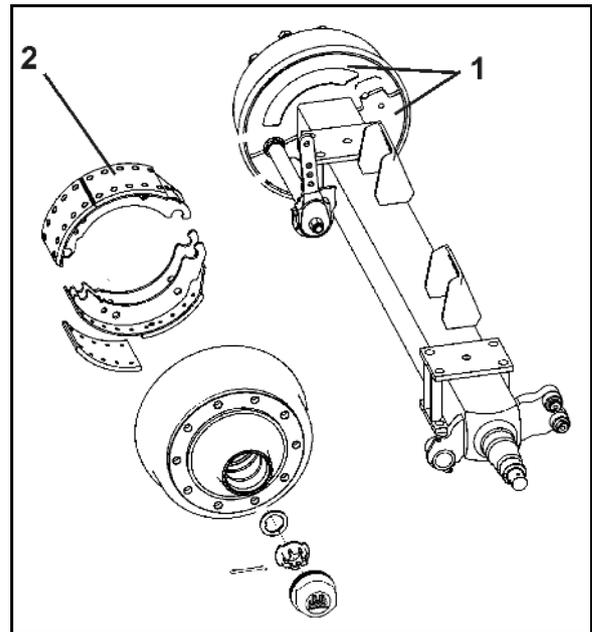

Fig. 103
1. Beide Abdeckbleche (Fig. 103/1) an der Innenseite der Bremstrommel abschrauben.
**Eingedrungener Schmutz kann sich auf den Bremsbelägen (Fig. 103/2) absetzen und dadurch die Bremsleistung wesentlich verschlechtern.**